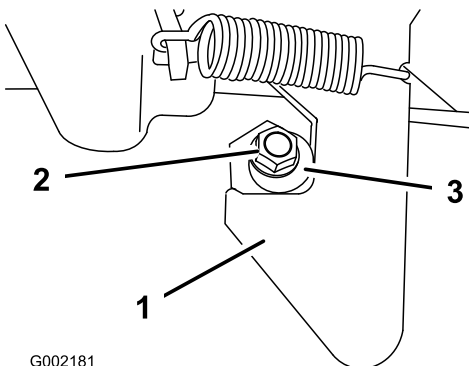

Рисунок 67
1. Ослабьте затяжку контргайки в конце стойки защелки (Рисунок 67).
2. Поверните стойку защелки по часовой стрелке, пока она не будет плотно прижата к крючковой части защелки (Рисунок 67).